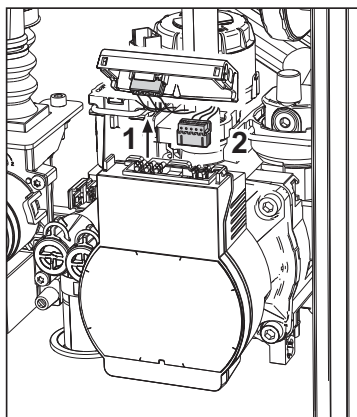

рис. 38
- Отключите электропитание циркуляционного насоса, выведя соединения путем поднятия детали "1" на рис. 38.